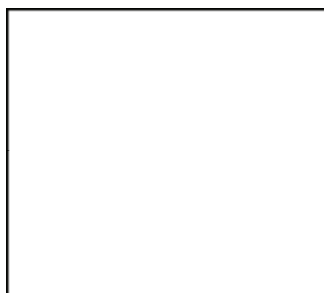

图 3-111 矩形立面
3) 按〈Enter〉键，即可完成绘制矩形立面操作，结果如图3-111所示。